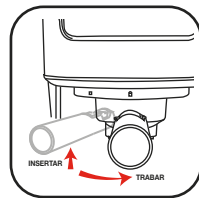

Figura 1
3. Seleccione uno de los filtros y colóquelo sin café en el portafiltro (vea sección "Colocación del filtro en el portafiltro"). Ponga el portafiltro en el producto, y asegúrese de que quede correctamente fijado (figura 1).
4. Coloque una taza debajo del cabezal de extracción, y asegúrese de que el extremo del tubo dispensador de leche (5) apunte al interior de la misma.
6. Encienda el equipo presionando el botón en el lateral de la unidad (2) y llévalo a la posición "I". Las luces de los seis botones del display parpadearán indicando que la máquina se encuentra en proceso de precalentamiento.